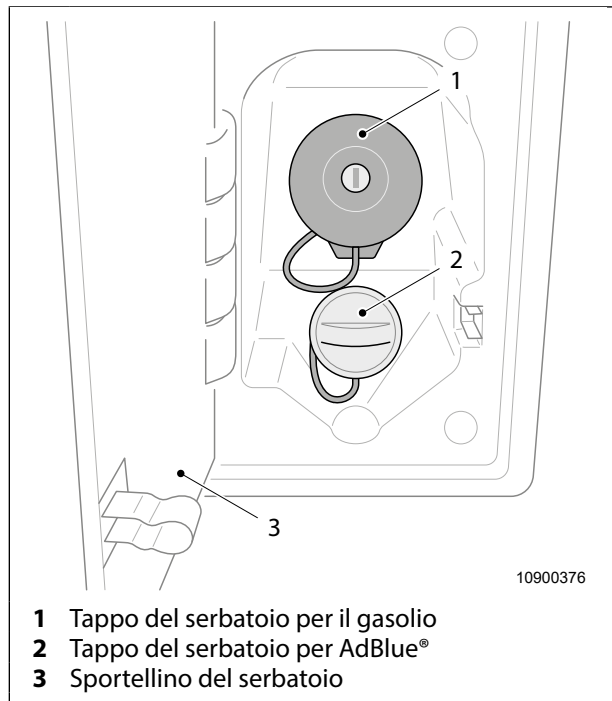

Fig. 4 Bocchettone di riempimento del serbatoio
Il bocchettone di riempimento del serbatoio per il gasolio si trova dietro lo sportellino del serbatoio (Fig. 4, pos. 3) accanto alla porta del conducente.
1. Premere contro lo sportellino del serbatoio (Fig. 4, pos. 3) e aprirlo.
2. Aprire e svitare il tappo del serbatoio per gasolio (Fig. 4, pos. 1).
1. Avvitare e chiudere il tappo del serbatoio per gasolio (Fig. 4, pos. 1).
2. Premere lo sportellino del serbatoio (Fig. 4, pos. 3) per chiuderlo fino a udire lo scatto.
Il bocchettone di riempimento del serbatoio per AdBlue® si trova dietro lo sportellino del serbatoio (Fig. 4, pos. 3) accanto alla porta del conducente.
2. Svitare il tappo del serbatoio per AdBlue® (Fig. 4, pos. 2).
1. Avvitare bene il tappo del serbatoio per AdBlue® (Fig. 4, pos. 2).